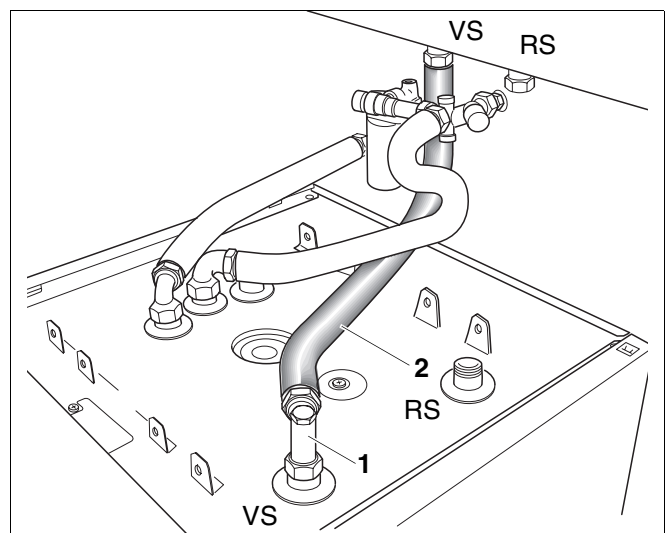

Abb. 8 Wellenschlauch an Speichervorlauf montieren
Der Wellenschlauch vom Vorlauflauf muss beim S135 bzw. S160 unter den Wellenschlauch der Sicherheitsgruppe (siehe Abb. 8) verlegt werden.
- In die Winkelverschraubung (Abb. 8, **Pos. 1**) die Dichtung einlegen.
- Winkelverschraubung (Abb. 8, **Pos. 1**) am Vorlauf des Speicher-Wassererwärmers schrauben und ausrichten (ca. 45° nach links, siehe Abb. 8).
- Wellenschlauch (Abb. 8, **Pos. 2**) mit den Überwurfmuttern und eingelegten Dichtungen zwischen die Winkelverschraubung des Vorlaufs am Speicher-Wassererwärmer und am Vorlauf des Heizkessels schrauben.